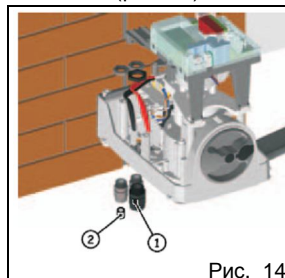

Рис. 14
1) Установить все три кабельных зажима и затянуть гайки (рис. 14).
- Самый крупный зажим должен использоваться всегда (рис. 14, поз. 1).
- Если остальные зажимы не используются, их следует закрыть заглушками из комплекта поставки (рис. 14, поз. 2). Установив пластиковую заглушку в отверстие, зажим затягивают до упора.